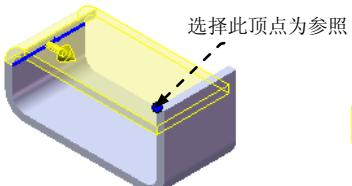

图 10.2.19 成形到一顶点
- 成形到一顶点** 选项：特征在拉伸方向上延伸，直至与指定顶点所在的面相交（此面必须与草图基准面平行），如图 10.2.19 所示。